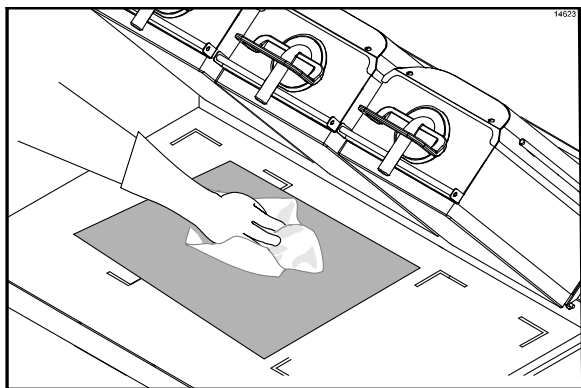

Figura 67
39. Coloque as folhas antiaderentes, uma por vez, sobre a superfície inferior do grill. Limpe os dois lados de cada folha antiaderente com um pano limpo apropriado para grill e umedecido com sanitizante. (Veja a Figura 67.)